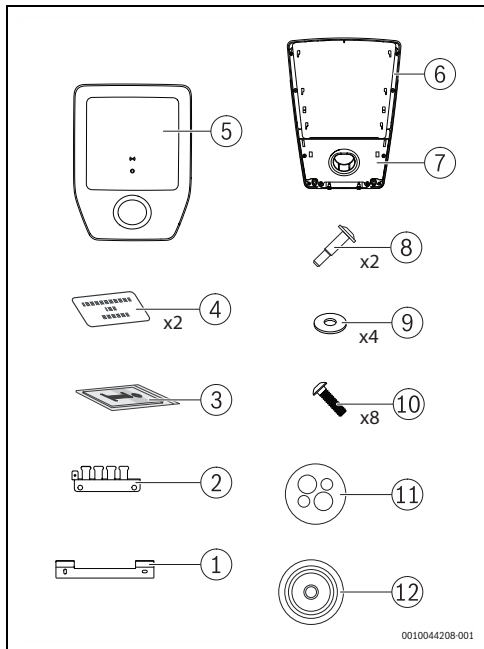

Bild 481 Leveransomfattning
- Ta försiktigt bort höljet [5] och locket med parkeringshållaren [7] från Power Charge 7000i (→ bild 481, sida 496).